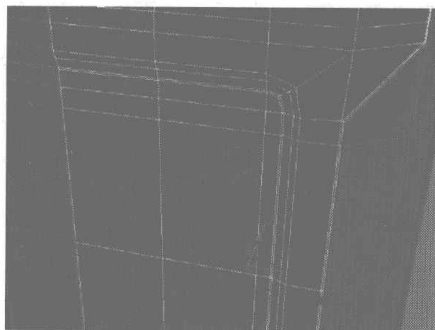

图 4.97
- 37** 选择显示屏外框边沿的边线，如图 4.97 所示，在 Edit Edges 卷展栏中单击 **Split** 按钮，将其沿此边线分割。